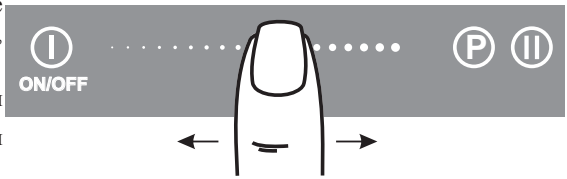

Рис.23
1. Работавшую конфорку касанием зоны ② перевести в режим управления.
2. Перемещая палец по поверхности ④ - «скользящая кнопка» измените режим нагрева конфорки (рис. 23).